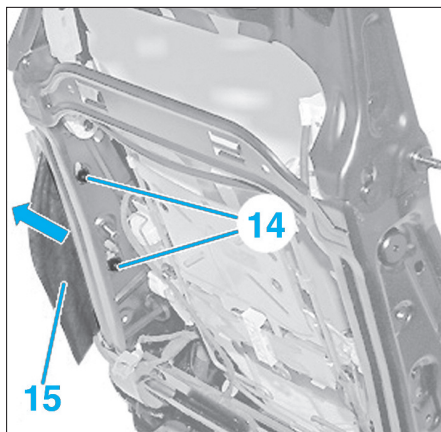

Fig. 11
- Déposer les écrous (14) (Fig.11).
- Dégager l'airbag latéral avant (15) puis le déposer.